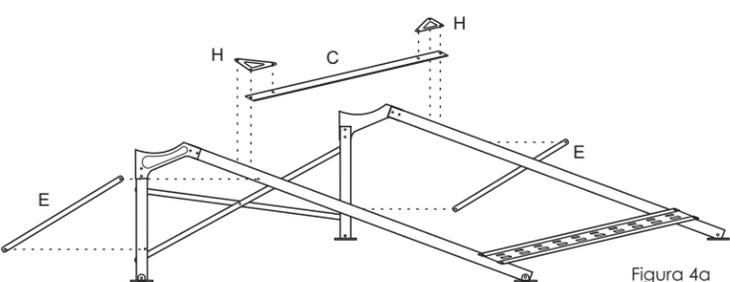

Figura 4a
3) Atornille las partes de soporte sobrantes como corresponde (Figura 4a).